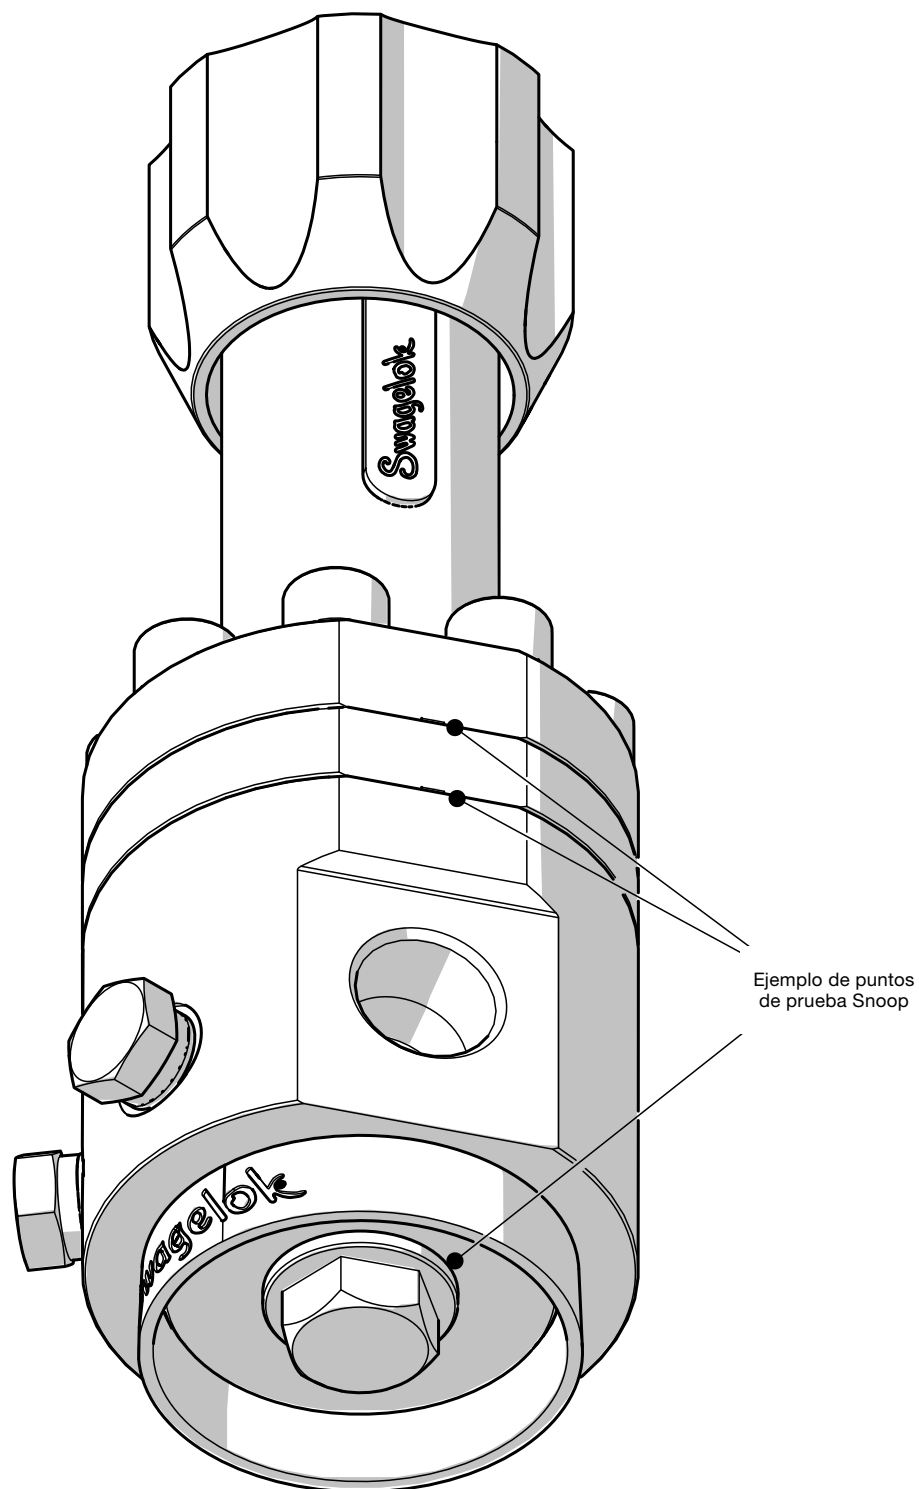

Figura 26
3. Utilizando el líquido detector de fugas, compruebe si hay burbujas en el orificio de venteo del muelle/ carcasa de la bóveda, en el orificio de venteo de la placa y en la conexión entre el tapón del cuerpo y el cuerpo según el valor de la figura 26.